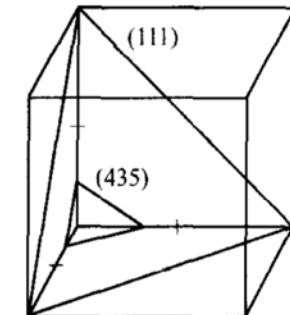

图 7-1 第二题解答图
二、立方晶系中 (111) 面、(435) 面如图 7-1 所示。立方晶系空间点阵特征是点阵参数有如下关系： $a = b = c$, $\alpha = \beta = \gamma = 90^\circ$ 。也可用具有哪类对称元素表示，若有四个三次转轴，则对应立方点阵。